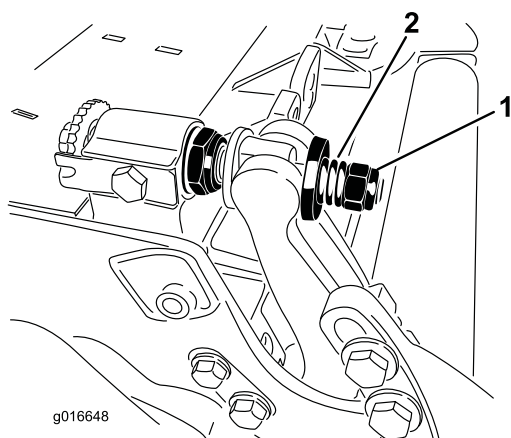

Рисунок 31
4. Затяните гайку натяжения пружины до полного сжатия пружины, а затем поверните в обратную сторону на 1/2 оборота (Рисунок 31).
10. Затяните гайку на каждом узле регулировки планки неподвижного ножа до полного сжатия пружины, а затем отпустите гайку на 1/2 оборота (Рисунок 31).